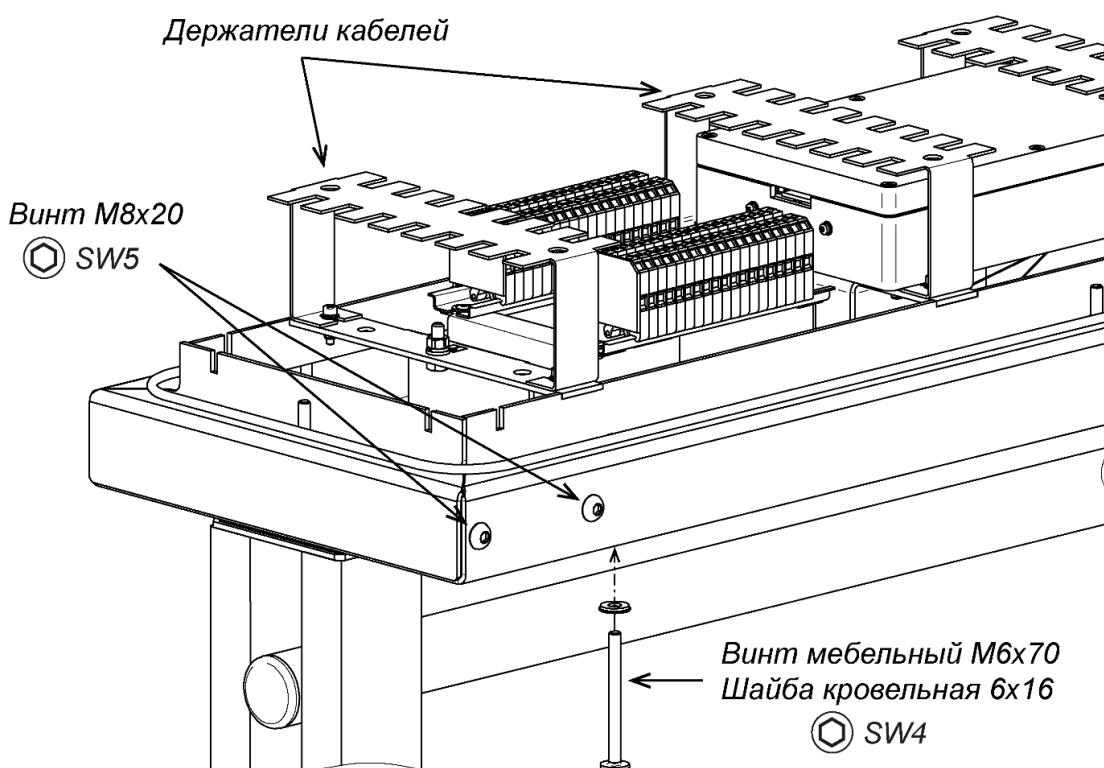

Рисунок 19. Элементы балки привода
23. Установите крышку (9) на балку привода (8):
- Вкрутите десять мебельных винтов M6×70 (ключ SW4) с кровельными шайбами, фиксирующие крышку балки (см. рис. 19). Использование кровельных шайб обязательно с целью герметизации балки привода. Момент затяжки винтов должен составлять 1,3 - 1,5 Нм, чтобы обеспечить зазор между крышкой и корпусом балки привода 1,8 - 2,6 мм.